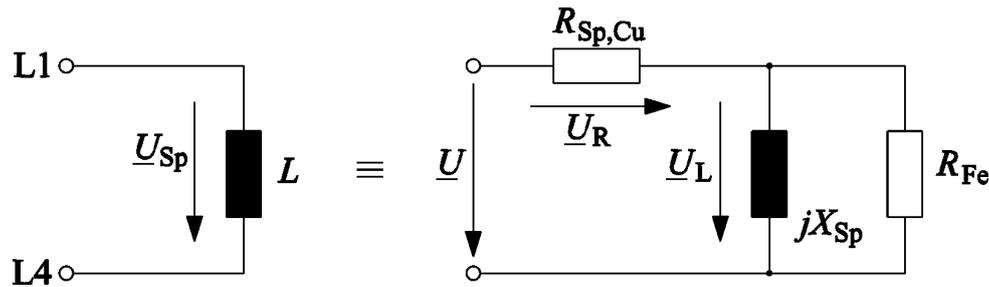

Bild 3.9-1: Ersatzschaltbild einer Spule mit Eisenkern
Bei einer Spule mit Eisenkern treten neben den Stromwärmeverlusten im Widerstand $R_{Sp,Cu}$ auch Ummagnetisierungsverluste ("Eisenverluste") in Form von Wirbelstrom- und Hystereseverlusten auf. Diese Verluste werden wie die Stromwärmeverluste durch die Wirkleistungsaufnahme der Spulenwicklung gedeckt. Die Ummagnetisierungsverluste können im Ersatzschaltbild für die reale Spule (Bild 3.9-1) als (*Ohm'scher*) Eisenersatzwiderstand R_{Fe} dargestellt werden, der parallel zur Spule (rein induktiv) mit der Reaktanz X_{Sp} liegt (siehe auch Versuch 4 „Magnetische Gleich- und Wechselfeldmessungen“, Kapitel 4.5 und 4.6).
15. Berechnen Sie für die Daten $R_{SpCu} = 35$ Ω , $R_{Fe} = 13.5$ k Ω , $X_{Sp} = 2,5$ k Ω , $U = 40$ V a) die Stromaufnahme der Spule (Bild 3.9-1), b) den Eisenverluststrom im R_{Fe} und c) den induktiven Strom in X_L . Verwenden Sie die komplexe Wechselstromrechnung! Geben sie die drei Ströme mit Real- und Imaginärteil an.
16. a) Wie groß ist der Eisenersatzwiderstand R_{Fe} von Bild 3.9-1, wenn die Spulenspannung $U_L = 50 \text{ V}$ und die Ummagnetisierungsverluste $P_{Fe} = 0.2 \text{ W}$ betragen? b) Berechnen Sie den gesamten Wirkwiderstand und Blindwiderstand der in Bild 3.9-1 gezeigten Schaltung b1) allgemein (Formel möglichst vereinfachen), b2) für eine Frequenz $f = 50 \text{ Hz}$, $R_{Sp,Cu} = 35 \Omega$, $R_{Fe} = 13.5 \text{ k}\Omega$ und $L_{Sp} = 8 \text{ H}$!
18. Geben Sie die Verluste für a) $R_{sp,Cu}$ und b) R_{Fe} von Bild 3.9-1 an, wenn $R_{sp,Cu} = 30 \Omega$, $U_L = 40 \text{ V}$, $L = 8 \text{ H}$ und $R_{Fe} = 15.2 \text{ k}\Omega$ (bei 50 Hz) betragen. c) Welcher Verlustanteil dominiert?